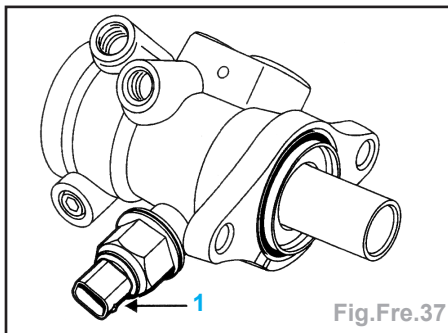

Fig.Fre.37
- Le capteur de pression du circuit de frein (1) informe le calculateur de la pression hydraulique au niveau du maître-cylindre (Fig.Fre.37).